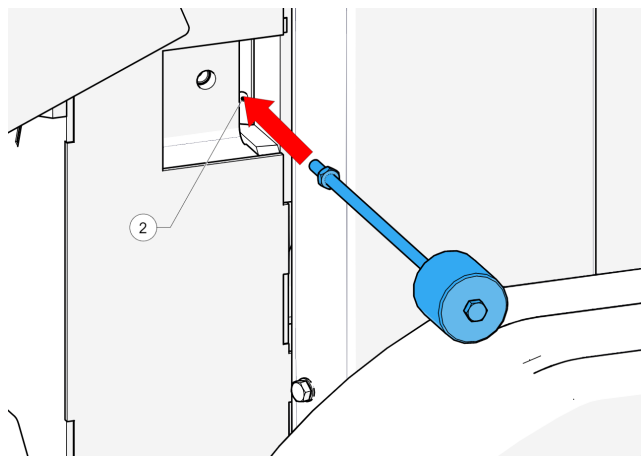

Abbildung 62 - Gleithammer
8. Führen Sie einen geeigneten Gleithammer in die M8-Bohrung (2, Abbildung 62).